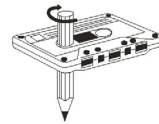

Fig. 2
- Revise que no haya capas flojas de cinta visibles a través de la ventana al centro del casete, (Figura 1). Elimine las capas visibles con un lápiz o bolígrafo con barras hexagonales antes de colocar el casete en el sistema (vea Fig.2).
- Si el casete se siente apretado mientras realiza la operación que se muestra (vea Fig. 2), la cinta podría estarse atascando se formaron capas al enrollar la cinta (visibles por la ventana del centro). Estas pueden eliminarse, en la mayoría de casos usando el enrollado rápido del casete desde un extremo al otro y volviéndolo a enrollar de regreso por el otro lado.